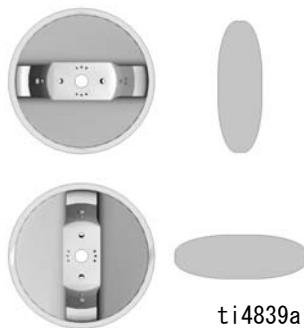

図 2
- エアキャップを回転させて、希望のスプレーパターンを得ます。図 2 を参照してください。